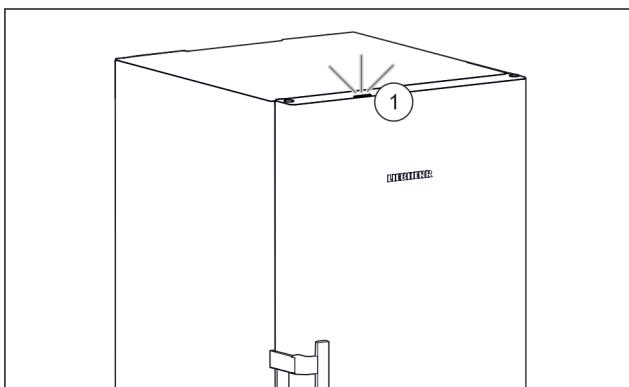

Fig. 51 Aktivní stavové světlo při zavřených dveřích
- Stavové světlo Fig. 51 (1) je aktivované.